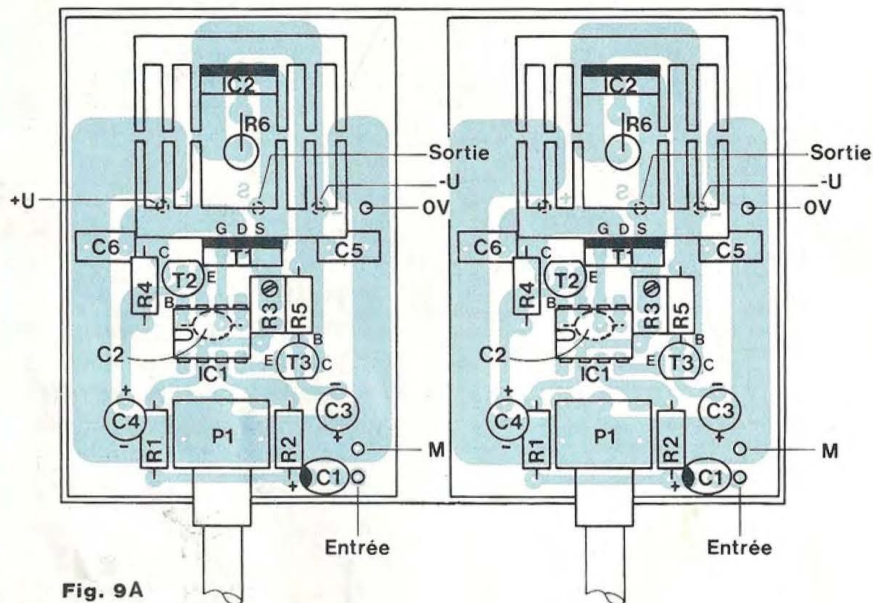

Fig. 9A
- L'implantation des deux préamplis RIAA/Commutation, fait l'objet de la figure 9A. Tous les plans de câblage ont leurs éléments repérés : R1, C1, T1 ... Ces éléments sont répertoriés en nomenclature.